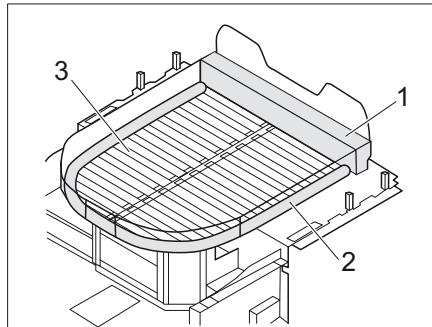

Bild 182 Säng med madrassförlängning (med extra madrass och lamellram)
- Lägg i den extra madrassen (Bild 182,1 och 2) från framsidan av Queen Size-sängen.
- Dra ut lamellramen (Bild 182,3).